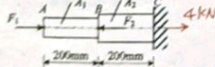

图 2
2、(本题 8 分) 如图 2 所示的阶梯杆 ABC, 若其受 $F_1 = 8 \text{ kN}$, $F_2 = 12 \text{ kN}$ 两个作用在轴线上的力作用, 截面积 $A_1 = 100 \text{ mm}^2$, $A_2 = 160 \text{ mm}^2$, 材料的弹性模量 $E = 200 \text{ GPa}$ 求: